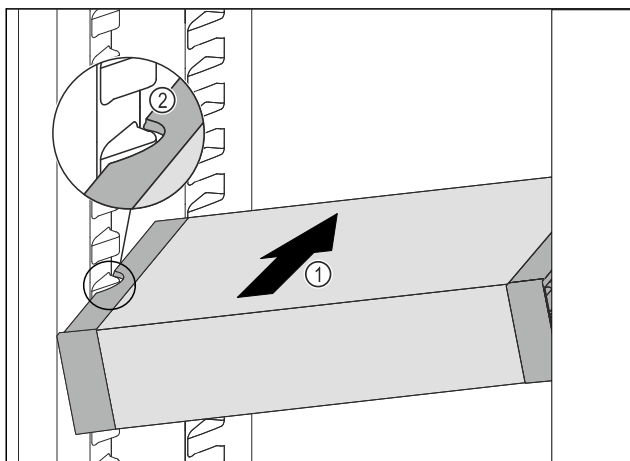

Fig. 59
- Вкарайте VarioSafe под ъгъл в хладилната част Fig. 59 (1), докато страничните прорези Fig. 59 (2) на VarioSafe се намират на височината на ребро на съда в хладилната част.